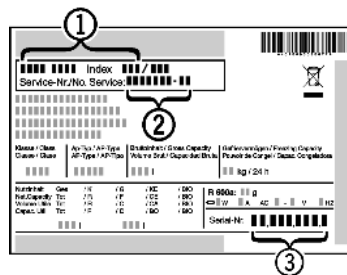

Fig. 11
► Identificați denumirea aparatului Fig. 11 (1), numărul de service Fig. 11 (2) și numărul de serie Fig. 11 (3) pe marca de fabricație. Marca de fabricație se află pe partea stângă în interiorul aparatului.
► Informați serviciul de asistență a clienților și comunicați tipul defecțiunii, denumirea aparatului Fig. 11 (1), numărul de service Fig. 11 (2) și numărul de serie Fig. 11 (3).